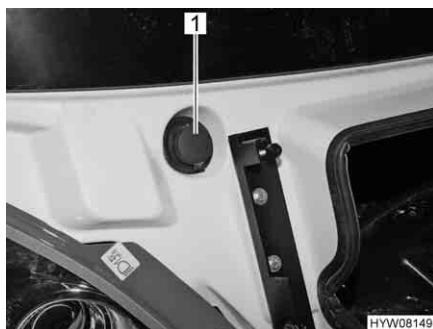

Fig. 20 Bocchettone di riempimento del contenitore dell'acqua di lavaggio
- Rimuovere il coperchio (Fig. 20,1) del bocchettone di riempimento del contenitore dell'acqua di lavaggio.